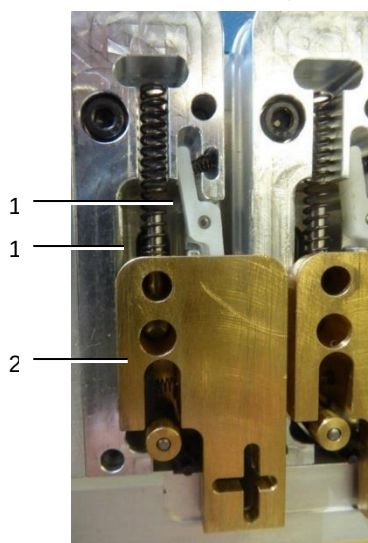

Fig. 28: Transportenhet
- Smør bare litt olje på aluminiumet på begge sidene (fig. 28, pos. 1) av styresporet.
- Beveg messingglideren (fig. 28, pos. 2) opp og ned for å fordele oljen.